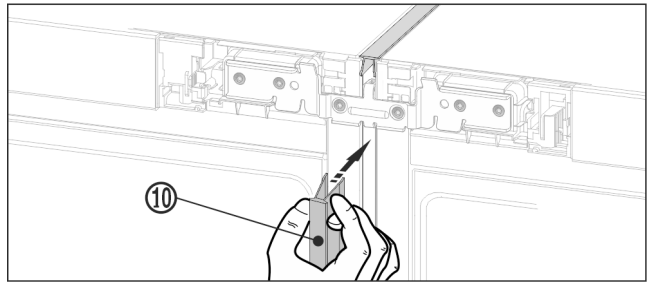

Fig. 22 *
- În partea frontală, presați profilul de mascare Fig. 22 (10) în fanta verticală. Aveți grijă ca profilul să se sprijine pe tabla de îmbinare.*